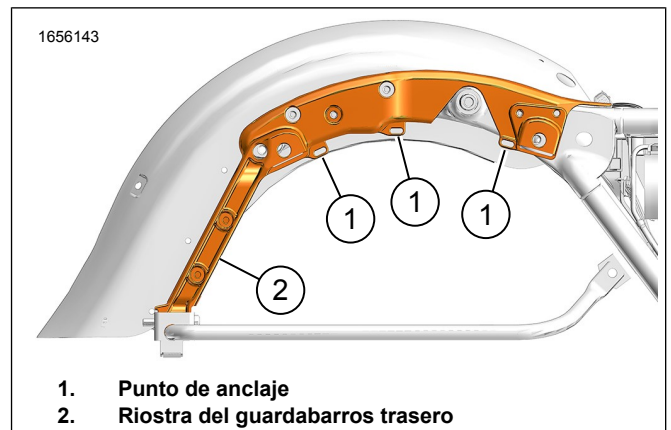

Figura 16. Riostra del guardabarros trasero
- 14. Consulte la Figura 16. Tienda el arnés y asegúrelo con correas de cables.